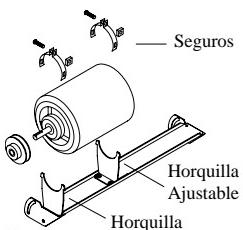

Fig. 2
- **Monte el motor.** Instale el motor del ventilador en las horquillas de la montura. Ajuste la horquilla ajustable si es necesario y sujeté el motor con los seguros (véase fig. 2). **NOTA:** Los motores de 1 caballo de fuerza requiere que la horquilla ajustable esté invertida.